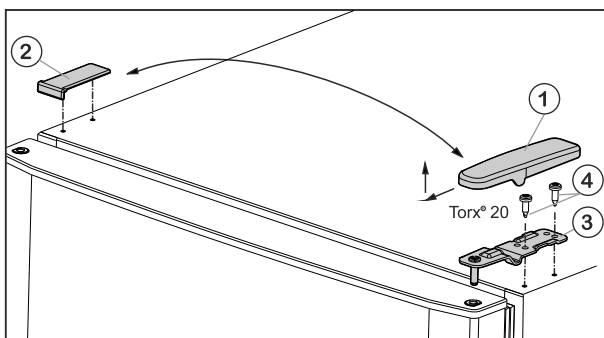

Fig. 5
- ▶ Изтеглете покритието Fig. 5 (1) напред и нагоре.
- ▶ Свалете покритието Fig. 5 (2).
- ▶ Развийте горната лагерна стойка Fig. 5 (3) с (2 x Torx® 20) Fig. 5 (4) и издърпайте нагоре.
- ▶ Поставете горната лагерна опора Fig. 5 (3) върху новата страна на шарнира във вратата.
- ▶ Затегнете горната лагерна опора **здраво (с 4 Nm)** (2 x Torx® 20) Fig. 5 (4). Евентуално използвайте акумулаторна отвертка.
- ▶ Поставете капака Fig. 5 (1) от срещуположната страна отвън и го фиксирайте.
- ▶ Поставете капака Fig. 5 (2) също от срещуположната страна отгоре и го фиксирайте.